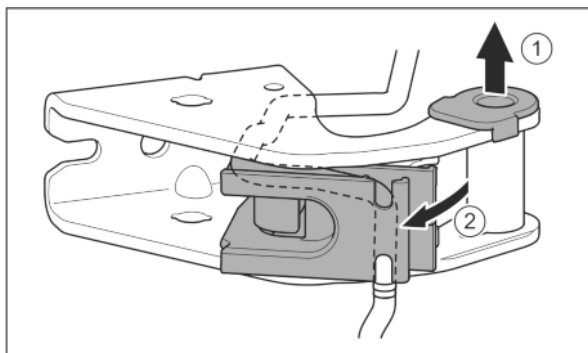

Fig. 24
- ▶ Tuleję łożyskową wyjąć z prowadnicy. Fig. 24 (1)
- ▶ Odchylić mocowanie kabla. Fig. 24 (2)